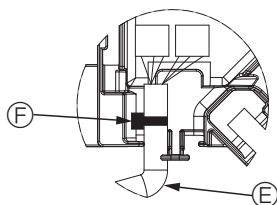

Fig. 6-11
- Coloque la abrazadera que sujeta el cable del motor de los deflectores del panel en la caja de conexión, tal como se muestra en el diagrama. (Fig. 6-11)